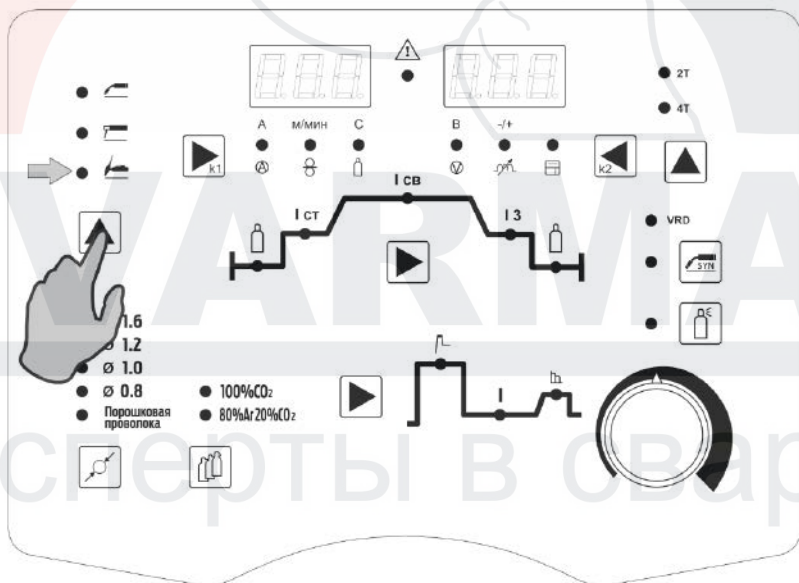

Рис. 13.0.2. Выбор способа сварки.
4. Перейдите в режим TIG (См. табл. 7.0.1, поз. 16, п. 5) на передней панели сварочного аппарата (См. рис. 13.0.2).